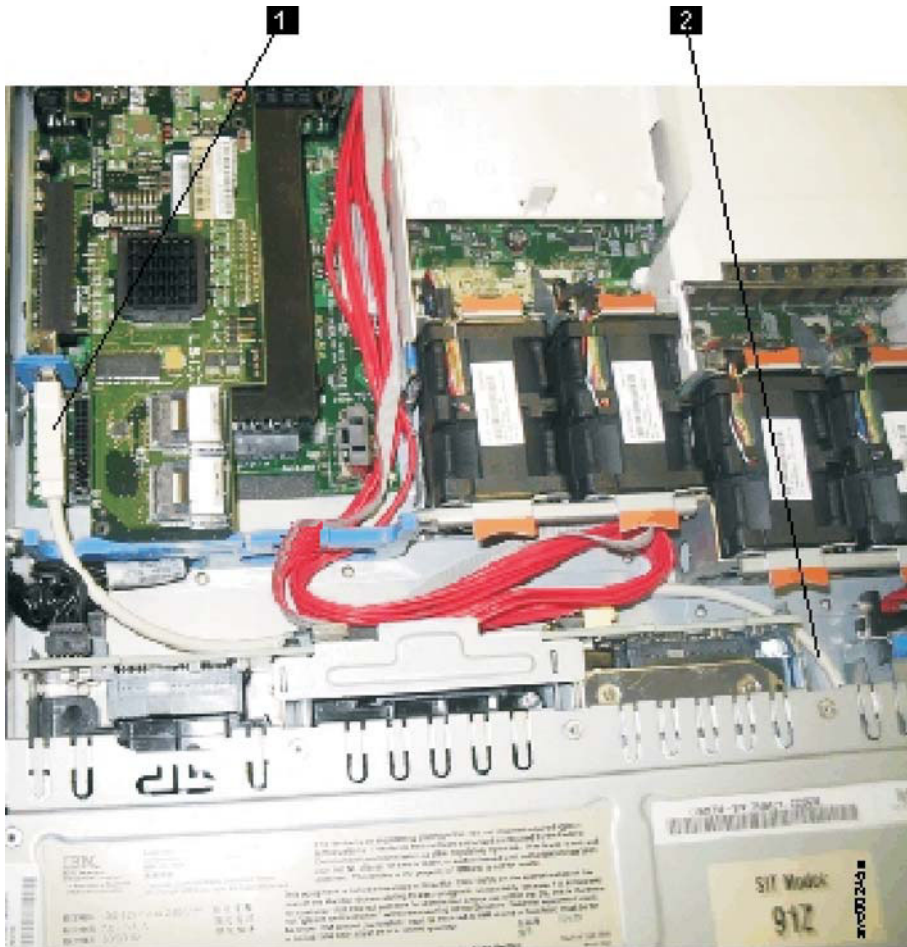

図77. ディスク・コントローラーおよび USB ライザー・カードに接続されている USB サービス・コントローラー・ケーブル (SAN ボリューム・コントローラー 2145-CF8 の図)
b. SAN ボリューム・コントローラー 2145-CG8 または 2145-CF8 の左側で USB コネクタ (102 ページの図 77 の **1**) を見つけます。
- a. ケーブルを再取り付けするには、USB ケーブルをディスク・ドライブ・ベイ 5 に慎重に 通し、ケーブルの大きい方のコネクタを USB ライザー・カード上の USB コネクタ（102 ページの図 77 の **1**）に配線します。